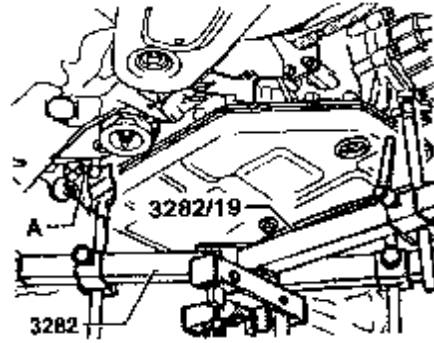

图 8-46 支撑变速箱
(22) 01V 自动变速器的调整要用专用工具 3282 及调节板 3282/19 进行调节。调节板上的符号箭头应指向行驶方向。
(23) 如图 8-46 所示，将带 3282 的支承架 V.A.G1383A 移到变速箱下，支撑住变速箱。